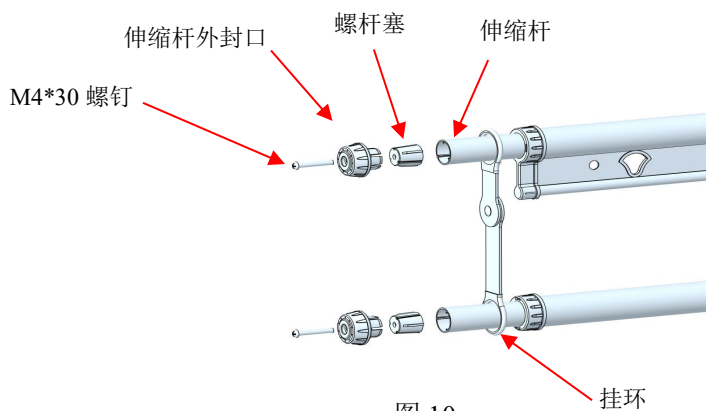

图 10
a. 按照图 10 所示将衣杆与被杆组装好，注意挂环组件中挂环片